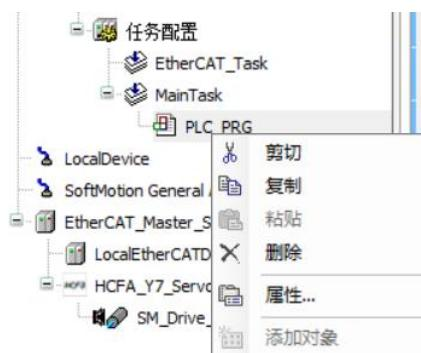

图13-14 删除Main Task的POU
8. 到菜单栏，右击MainTask下的【PLC_PRG】，选择【删除】，如图13-14所示。